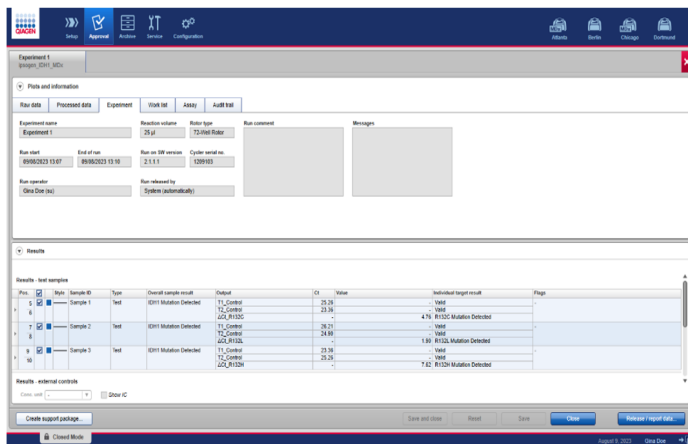

Abbildung 18. Fenster „Sample results“ (Probenergebnisse).
- Wenn die Ergebnisse der Probenkontrolle im zulässigen Bereich liegen, wird in der Spalte „Overall sample result“ entweder „No Mutation Detected“ (Keine Mutation nachgewiesen) oder „IDH1 Mutation Detected“ (IDH1-Mutation nachgewiesen) angezeigt (Abbildung 18). Dies verweist darauf, dass die DNA-Konzentration in der Probe für die Mutationsanalyse geeignet ist.